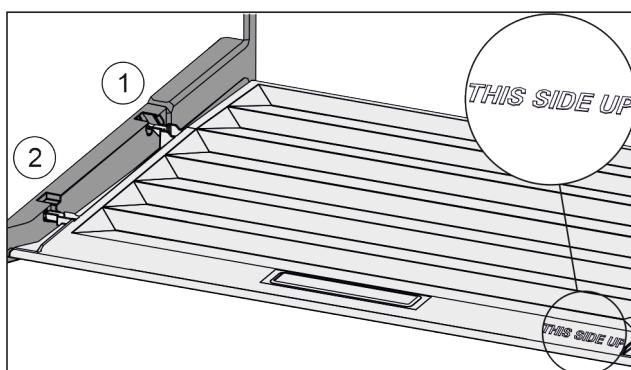

Fig. 47
- ▶ Robova predala vstavite nad odprtino zadnjega držala Fig. 47 (1), spredaj pa ju zataknite v držalo Fig. 47 (2).